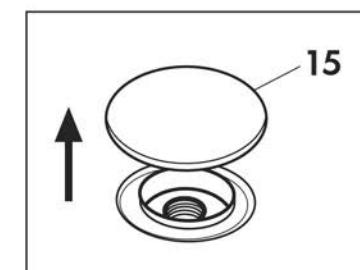

Fig. 4
Introdurre acqua preferibilmente demineralizzata o detergenti non schiumosi nell'apposito serbatoio sollevando il tappo (15) (**Fig. 4**)